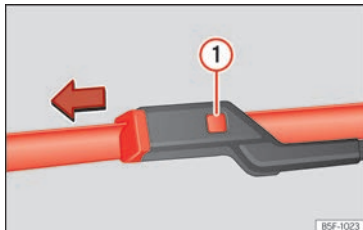

Abb. 215 Scheibenwischerblätter vorne auswechseln.
- Die Entriegelungstaste >>> **(Abb. 215)** ① gedrückt halten und gleichzeitig das Scheibenwischerblatt vorsichtig in Pfeilrichtung abziehen.